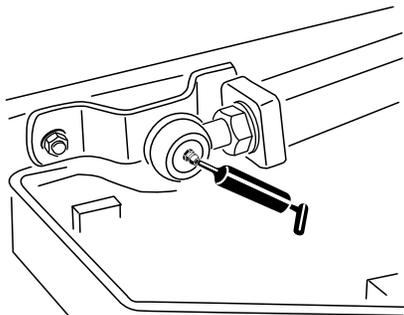

Рисунок 70
- Шаровые опоры подъемных рычагов (2 шт.) (Рисунок 70)